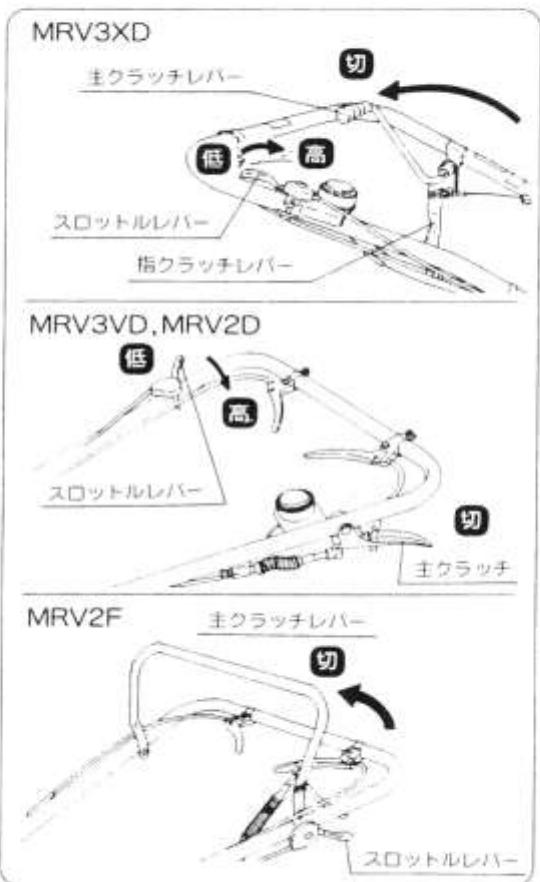

図17
- ② 低速から高速に切換操作は主クラッチを一旦切ってからおこなってください。（図17）
- ③ 高速の「前進」の切換操作は主クラッチを一旦切ってからおこなってください。
（図17）